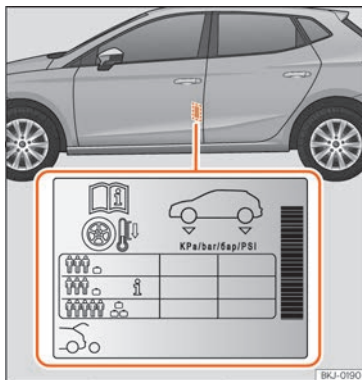

Fig. 196 Emplacement de l'autocollant de gonflage des pneus.
- Si le véhicule est fortement chargé, adaptez la pression des pneus en conséquence » » fig. 196.
Les valeurs de pression de gonflage figurent sur l'étiquette adhésive située sur la face arrière du cadre de la porte avant gauche » » fig. 196.
Il est possible d'adapter la pression de gonflage des pneus sous charge moyenne en fonction du véhicule afin d'améliorer le confort de conduite (pression de gonflage **i** » » fig. 196). Lorsque vous roulez avec une pression de gonflage de confort, la consommation de carburant peut légèrement augmenter.
Adaptez la pression de gonflage des pneus à la charge du véhicule. Si le véhicule est chargé au maximum, vous devez augmenter la pression de gonflage jusqu'à la valeur maximale de charge indiquée sur l'étiquette adhésive » » fig. 196.
Dans le cas d'une roue de secours de taille réduite ([125/70 R16 ou 125/70 R18]), la gonfler à une pression de 4,2 bar comme indiqué sur l'autocollant de pression des pneus » » fig. 196.
- Le conducteur est responsable de la pression correcte de tous les pneus de son véhicule. La pression de gonflage recommandée est indiquée sur un autocollant » » fig. 196.
- Sur les pneus à froid, la pression devra toujours être celle indiquée sur l'autocollant » » fig. 196.